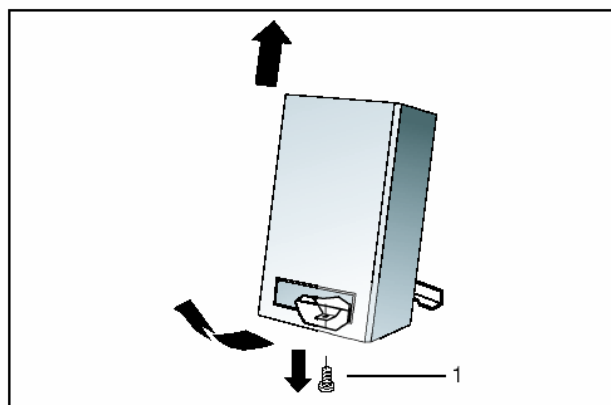

Fig. 4 Demontering av kåpan
- Skruven i kåpan lossas (fig.4, pos. 1).
- Skruven i kåpan lossas (fig. 4, pos. 1)